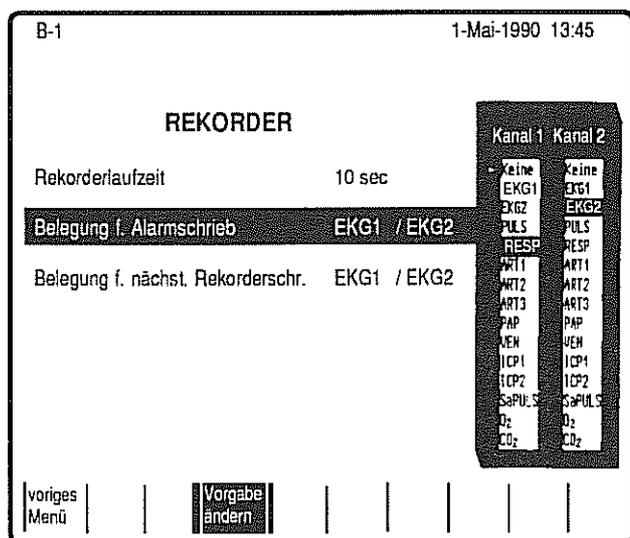

Bild 32
- * Bewegen Sie den Cursor mit den Pfeiltasten zunächst auf das in Kanal 1 gewünschte Signal und bestätigen Sie die Auswahl mit Taste **E**. Das künftig in Kanal 1 registrierte Signal erscheint hell hinterlegt (Bild 32). Wiederholen Sie anschließend diesen Vorgang für Kanal 2.